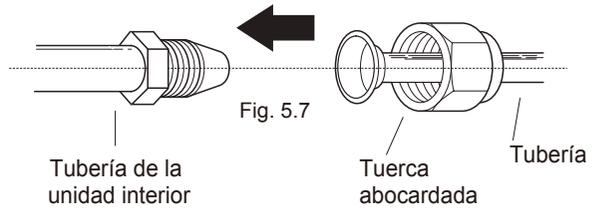

Fig. 5.7
1. Alinee el centro de las dos tuberías que va a conectar. Véase **Fig. 5.7**